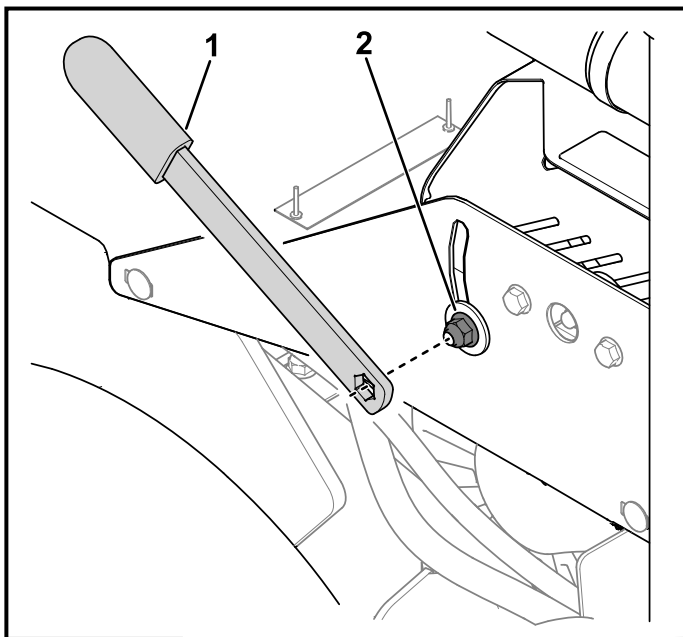

Figura 38
- B. Utilizați maneta de la suportul manual al utilizatorului pentru a desface piulia de pe cadrul platformei (Figura 38).